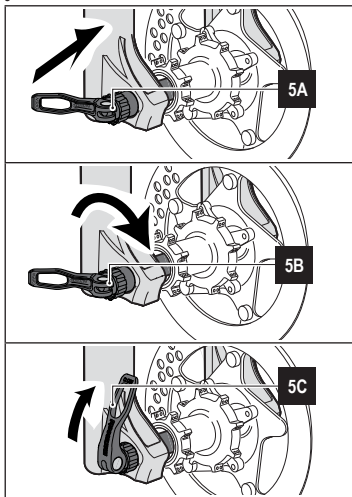

Abbildung 5 - Radmontage auf gabeln mit Aufnahmefuß mit Schnellauslösung QR20
• Die Mitte des Rads mit den beiden Radachsen ausrichten (siehe 5A in **Abbildung 5**).
• Die Radachse in die rechte Radaufnahme einführen. (siehe 5A in **Abbildung 5**).
• Der komplett geöffnete Hebel im Uhrzeigersinn drehen (siehe 5B in **Abbildung 5**), bis die Achse auf Widerstand stößt.
• Wird der Nockenhebel in die Schließposition gestellt (siehe 5C in **Abbildung 5**) ist das Rad in der korrekten Position befestigt.
• Sich vergewissern, dass sich der Auslösehebel in einer Stellung befindet, die die ordnungsgemäße Befestigung der Radachse garantiert und das er durch Anstoßen während des Gebrauchs nicht selbständig entriegelt wird (siehe 5C in **Abbildung 5**).